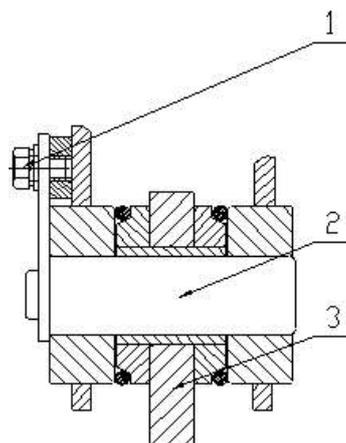

Figura 2
Suelte los pernos de la placa del pasador del cucharón (1, Figura 2), luego retire el pasador del cucharón (2), saque el brazo elevador (3).
Bloquee los pernos de la placa del pasador del cucharón (1, Figura 2).